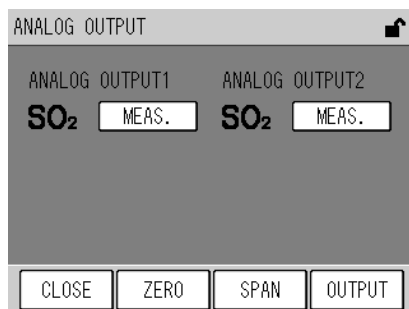

Fig. 54 **ANALOG OUTPUT Fenster**
[ANALOG OUTPUT]:	Zeigt das Fenster ANALOG OUTPUT (Fig. 54 auf Seite 41).
5. Drücken Sie die Taste [CLOSE], um zum Fenster ANALOG OUTPUT zurückzukehren (Fig. 54 auf Seite 41).